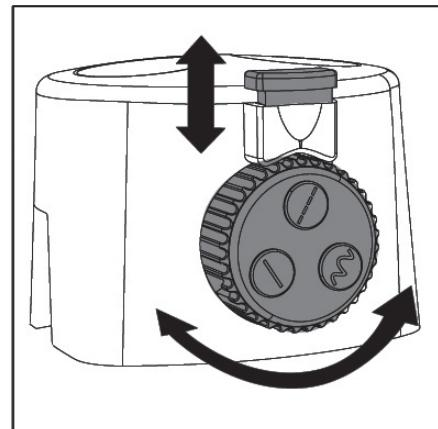

fig. 5
- Tirez le verrou de blocage vers le haut, et tournez la molette de façon à sélectionner le type de coupe. Après avoir effectué la sélection, actionnez le verrou de blocage, la cisaille est maintenant prête à l'emploi (cf. figure 5).